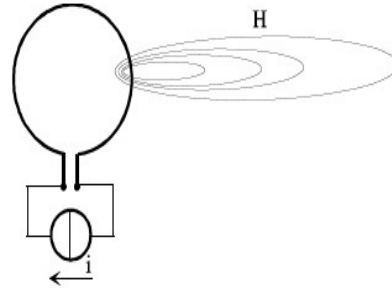

Figure 2 : Emission en champ magnétique
- Le champ magnétique s'exprime en A/m. Son émission est engendré par un circuit basse impédance parcouru par un courant  $i$  (Figure 2).